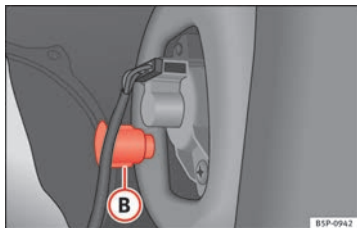

Fig. 191 Luz de población/freno.
- Desenrosque la pieza de plástico ⇒ fig. 191 **B** que fija el piloto. Para iniciar el giro puede servirle de ayuda insertar un destornillador en dicha pieza.